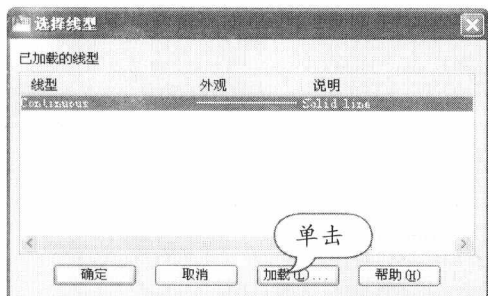

图 1-40 添加线型
STEP 07 添加线型。在“选择线型”对话框中单击“加载”按钮，如图 1-40 所示。